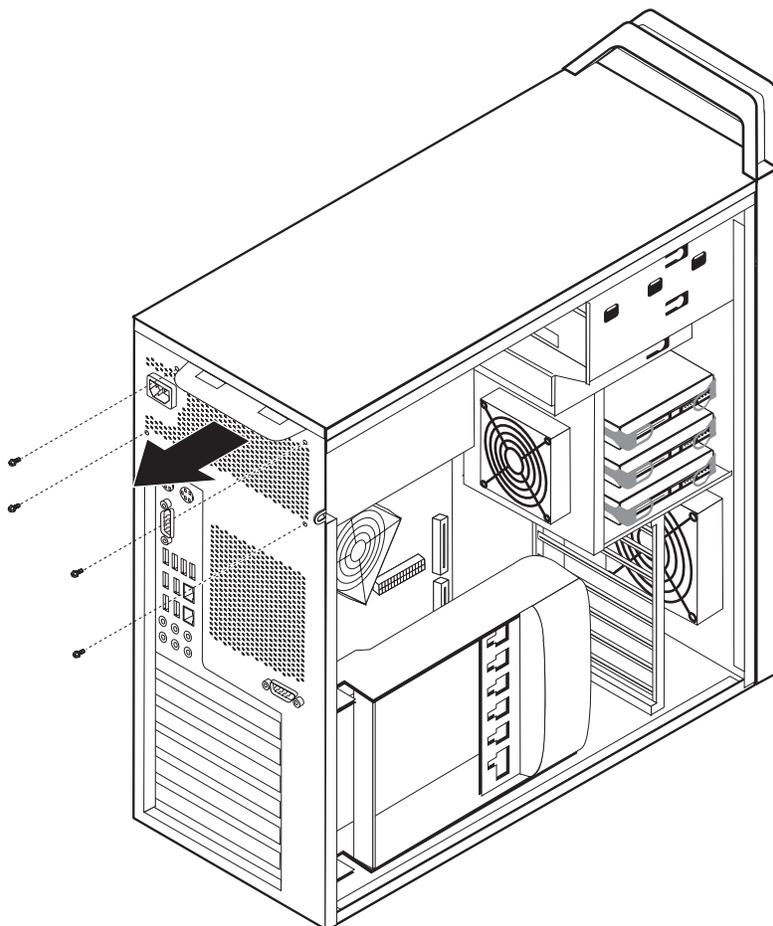

図 15. 電源機構の固定ねじの交換
5. シャーシの背面で電源機構を固定している 4 本のねじを取り外します。図 15 を参照してください。